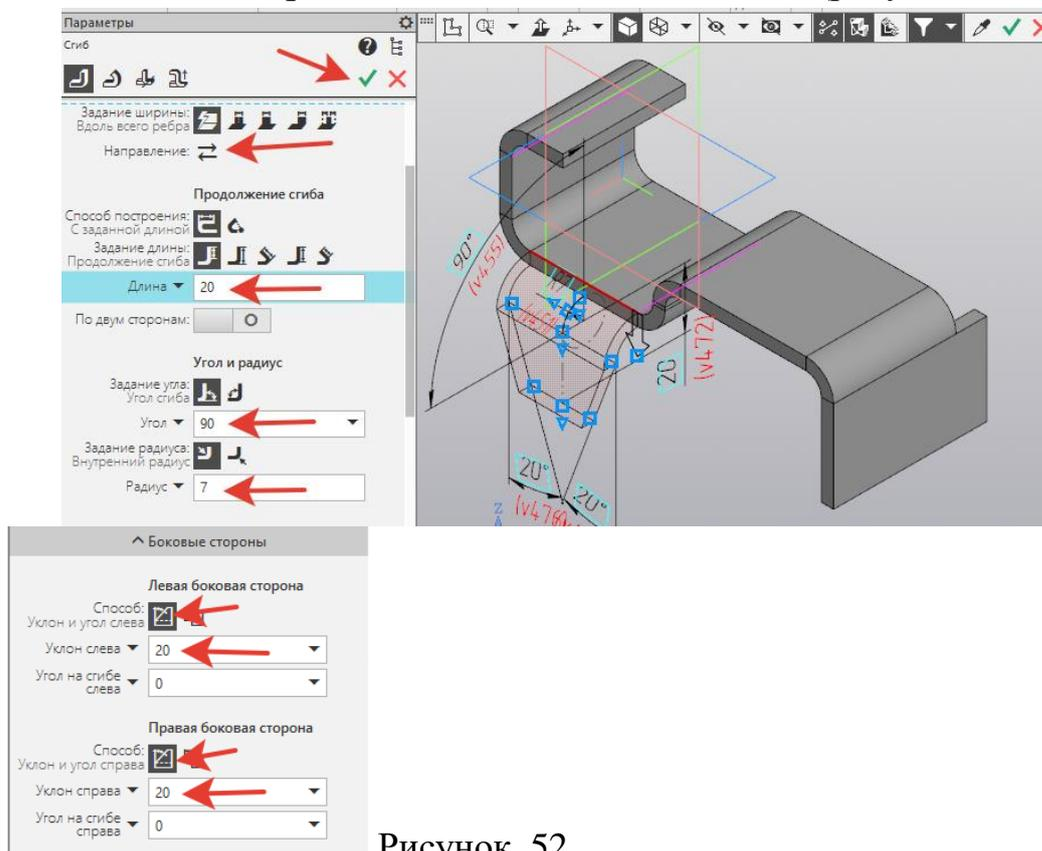

Рисунок 52.
17. В панели *Параметры* задать: *Длина – 20, Угол – 90, Радиус – 7, Расстояние – 15*. Открыть расширение *Боковые стороны* задать: *Угол и уклон – Слева – 20, Справа – 20*. Создать объект (рисунок 52).